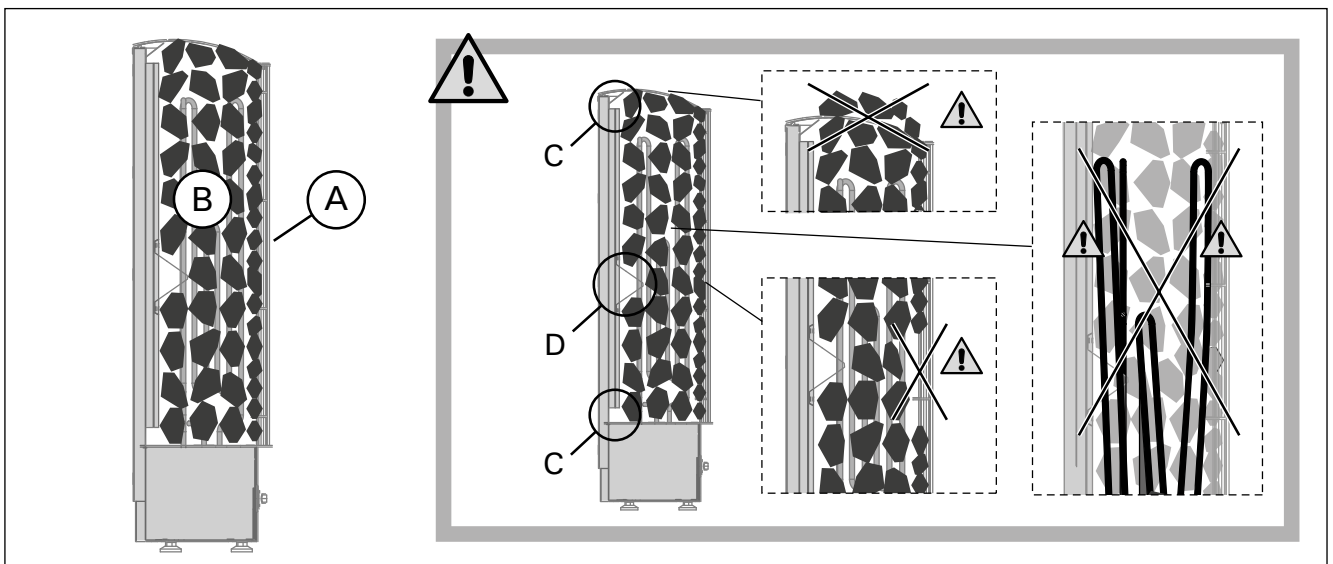

Рисунок 1. Укладка камней
### 1.1. Укладка камней (рис. 1)
- Рис. 1, С: Не перекрывайте верхний и нижний концы воздуховода.
- Рис. 1, D: Не кладите камни внутрь скобы.